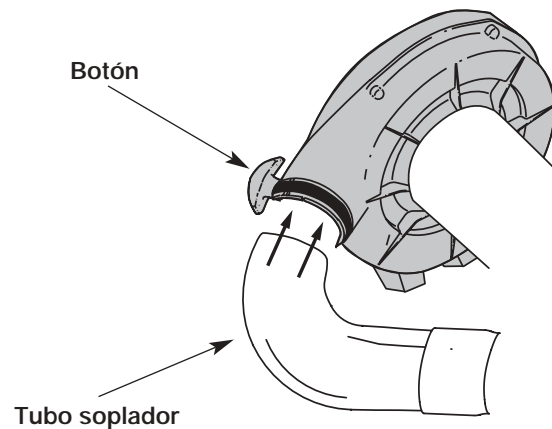

Fig. 4
3. Instale el tubo de soplado y apriete el botón. (Fig. 4)